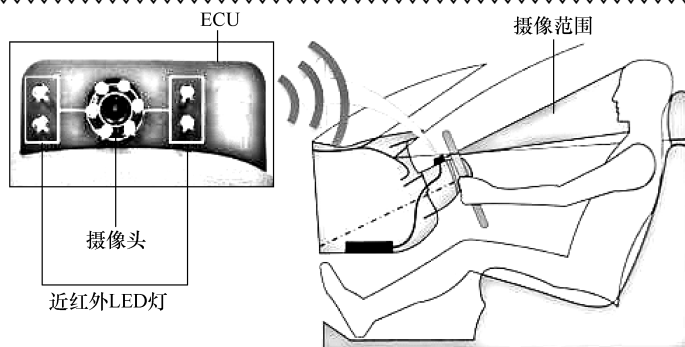

图 1-42 BAWS 组成与工作原理
(2) BAWS 的组成与工作原理 BAWS 主要由 ECU 和摄像头两大模块组成，如图 1-42 所示。BAWS 通过监视转向操作和驾驶人的疲劳状态，以判断驾驶人是否开始疲劳。